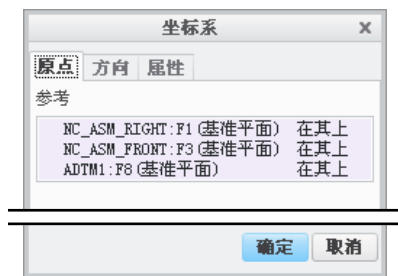
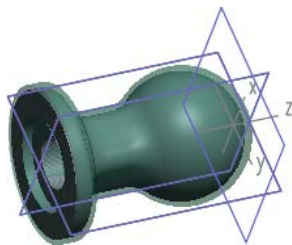

图 7.1.8 “坐标系”对话框
图 7.1.9 创建坐标系
Step7. 设置机床坐标系。在“操作”操控板单击  按钮，在弹出的菜单中选择  命令，系统弹出图 7.1.8 所示的“坐标系”对话框。按住 Ctrl 键依次选择基准平面 NC_ASM_RIGHT、NC_ASM_FRONT 和 ADTM1 作为创建坐标系的三个参考平面，单击  按钮完成坐标系的创建，如图 7.1.9 所示。单击  按钮，此时系统自动选择了新创建的坐标系作为加工坐标系。